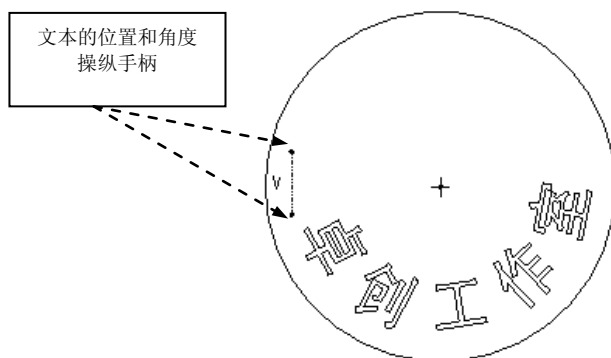

图 4.6.4 文本操纵手柄
- ☐ **沿曲线放置** 复选框：选中此复选框，可沿着一条曲线放置文本。然后，需选择希望在其上放置文本的弧或圆（如图 4.6.4 所示）。
说明：在绘图区中，可以拖动图 4.6.4 所示的操纵手柄来调整文本的位置和角度。